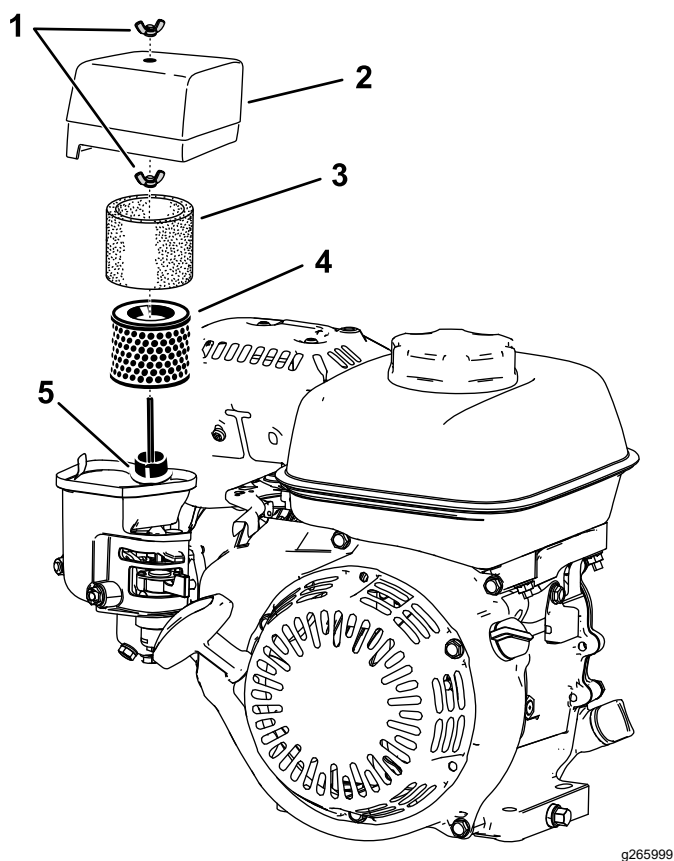

Figura 19
- Retire a porca de orelhas que prende a cobertura do filtro de ar (Figura 19).